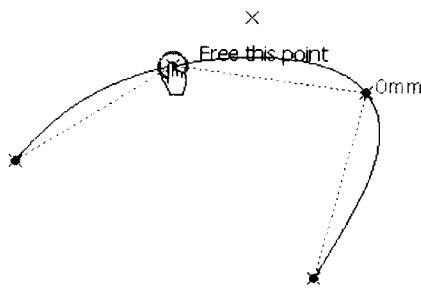
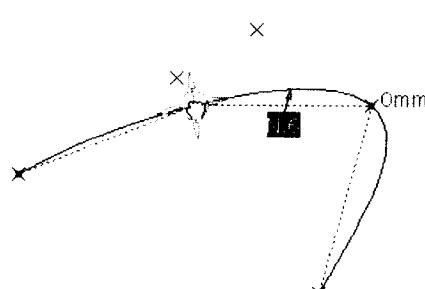
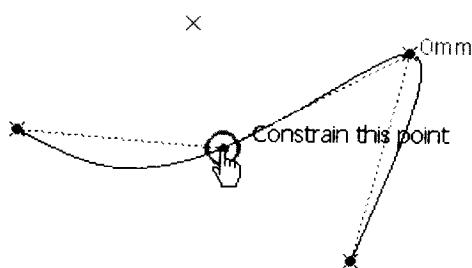
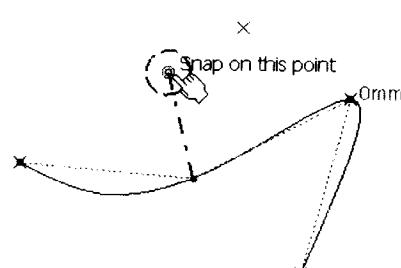

图 1-12
图 1-13
图 1-14
图 1-15
(6) 在对话框中单击 约束 按钮，可以对样条线上的点或者控制点进行约束或者取消约束。单击该按钮，选择一个需要改变约束方式的点，如果该点是某几何元素上的点，那么单击选择该点，在几何显示区出现“Free this point”字样，如图 1-12 所示；拖动该点的方向控制器，可以将该点移动到其他位置，如图 1-13 所示。如果该点没有被限制在某个几何元素上，将鼠标移动到该点上时，显示出“Constrain this point”字样，如图 1-14 所示；再选择一个几何点作为所选择点的新位置，如图 1-15 所示。